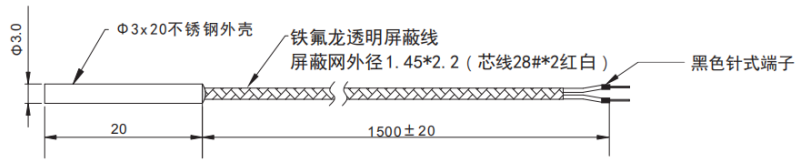

图 2.7 测温传感器结构尺寸图
- (11) 外形尺寸：参见表 2.2
- (12) 测温传感器：测温传感器参数详见图 2.7
- (13) 执行标准：GB 14287.2-2014；GB 14287.3-2014